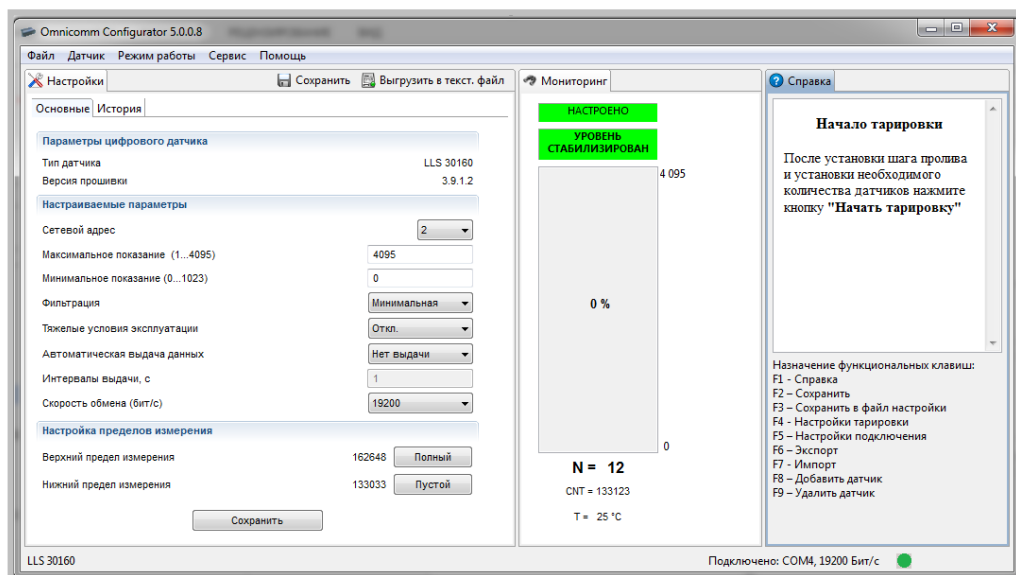

Рисунок 10
Запустить программу Omnicomm Configurator. Откроется главное окно программы (Рисунок 10), в котором отображены текущие настройки подключенного изделия.
- 1) При необходимости изменить режим выдачи данных на автоматическую выдачу данных по умолчанию (после подачи питания на изделие) в символьном или бинарном виде (Рисунок 10).
- 2) Установить значение интервала выдачи данных (от 1 до 255 сек.) для периодической и автоматической выдачи данных (Рисунок 10). Значение по умолчанию – 1 сек.
- 4) Установить значение диапазона измерения (от 1 до 4095). (Рисунок 10). Значение по умолчанию – 4095. Значение для работы с Регистратором уровня топлива FMS – 1023.
- 5) Установить значение смещения диапазона измерений (от 0 до 1023) (Рисунок 10). Значение по умолчанию – 0. Значение для работы с Регистратором уровня топлива FMS – 0. (Пример использования смещения и диапазона измерения приведен в Приложении И).
- 6) В случае необходимости изменить значение скорости обмена данными (Рисунок 10). Значение по умолчанию – 19200 бит./сек.
- 2) Включить сетевой режим работы изделия в главном окне программы (Рисунок 10)
- 3) Установить сетевой адрес изделия в главном окне программы (Рисунок 10). Сетевой адрес должен быть индивидуален для каждого изделия. Интервал значений сетевых адресов от 1 до 254.
- 4) Установить значение интервала выдачи данных (от 1 до 255 сек.) для периодической и автоматической выдачи данных (Рисунок 10). Значение по умолчанию – 1 сек.
- 5) Установить значение диапазона измерения (1 до 4095). (Рисунок 10). Значение по умолчанию – 4095. Значение для работы с Регистратором уровня топлива FMS – 1023.
- 6) Установить значение смещения диапазона измерений (от 0 до 1023) (Рисунок 10). Значение по умолчанию – 0. Значение для работы с Регистратором уровня топлива FMS – 0. (Пример использования смещения и диапазона измерения приведен в Приложении И).
- 7) В случае необходимости изменить значение скорости обмена данными (Рисунок 10). Значение по умолчанию – 19200 бит./сек.